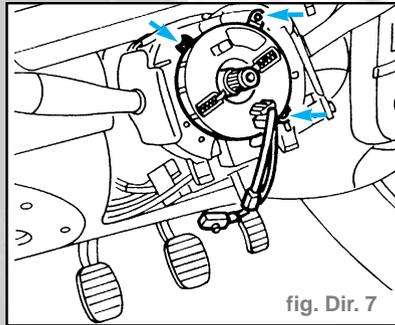

fig. Dir. 7
- Dévisser les trois vis du dispositif de câble à spirale puis l'enlever (fig. Dir. 7).